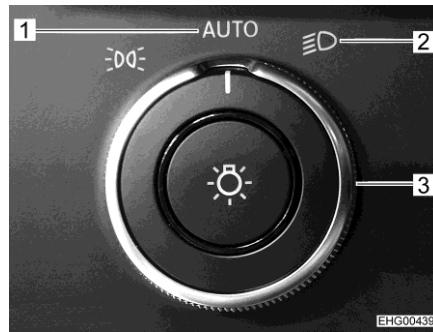

Fig. 14 Conmutador giratorio de luz
- Girar el conmutador giratorio de luz Mercedes (Fig. 14,3) a la posición "AUTO" (Fig. 14,1) o a la posición de luz de conducción (Fig. 14,2).